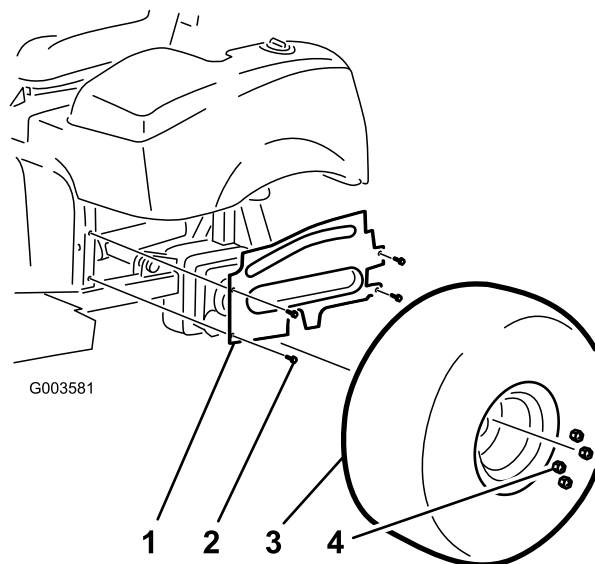

Figura 38
9. Montați cele 4 uruburi cu guler care fixează mantaua roii din stânga pe cadru (Figura 38).
10. Montați anvelopa stângă spate (Figura 38).